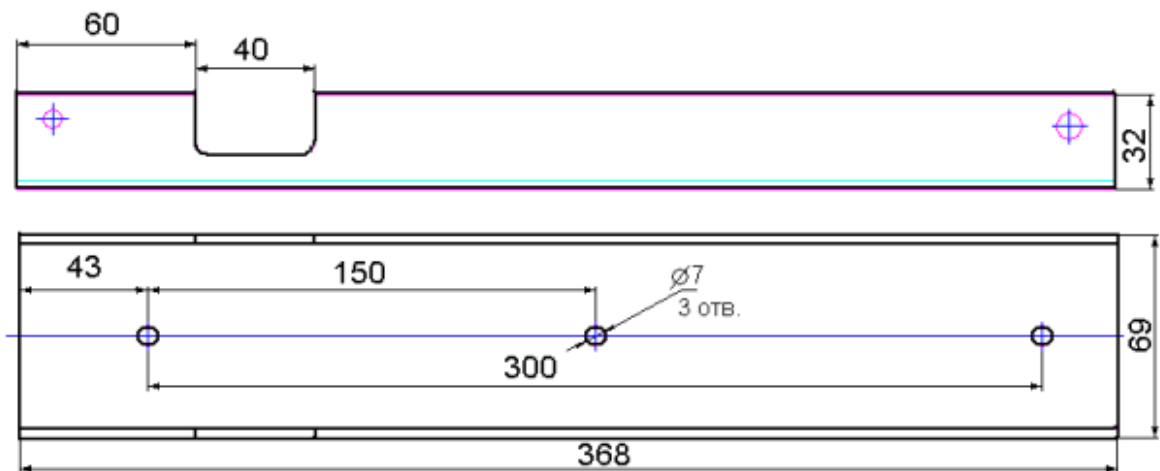

Рис. 3 - Крепежная площадка МПП «Гарант-12КД»
6.2 Закрепить крепежную(ые) площадку(и) модуля(ей) в соответствии с определенными местами (по п.6.2). Координаты отверстий для крепления модулей «Гарант-12КД» показаны на рис. 3.